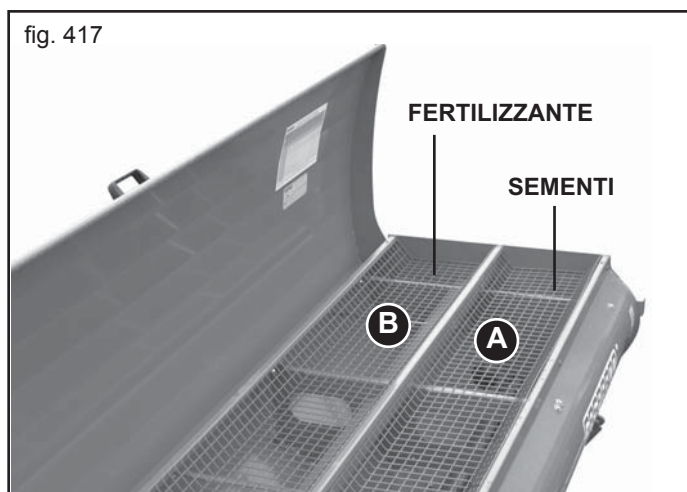

fig. 417
La tramoggia per la distribuzione COMBINATA è divisa in due scomparti (Fig. 417): quello posteriore (A) per le sementi e quello anteriore (B) per il fertilizzante. Quest'ultimo, inoltre, è dotato di una griglia per vagliare eventuali corpi estranei e grumi che potrebbero danneggiare il meccanismo di dosaggio. Ciascun scomparto dispone di comandi separati per la regolazione delle dosi di semente e fertilizzante.